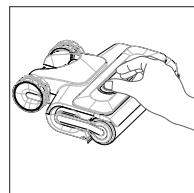

Fig. 13 – Rimozione della copertura
- ▶ Rimuovere la copertura del rullo in microfibra premendo l'uno verso l'altro i due tasti di sblocco sulla parte superiore e tirando la copertura verso l'alto (**vedere Fig. 13**).